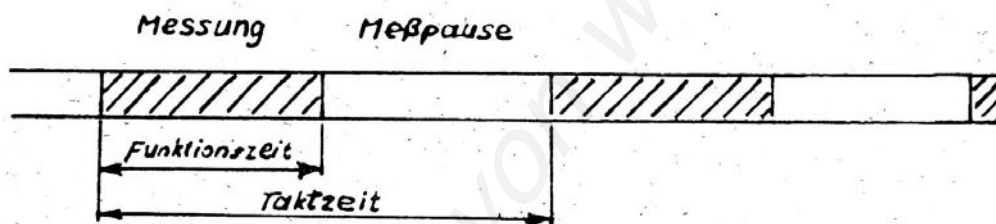

Bild 6: Meßfolge bei Auslösung durch internen Taktgenerator
Es ist Taste "interner Taktgenerator" (17) zu setzen. Das Auslösen einer Messung erfolgt automatisch nach Ende der vorangegangenen und Ablauf der Meßpause (Bild 6).